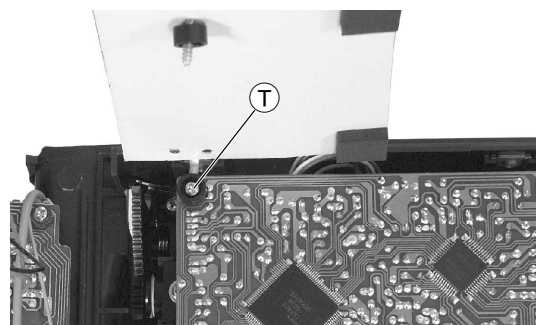

Fig. 21
- Abschirmung hochbiegen und Schraube ⑥ (Fig. 21) herausdrehen (Fig. 21).
- Bend up the screening then undo the screws ⑥ (Fig. 21).